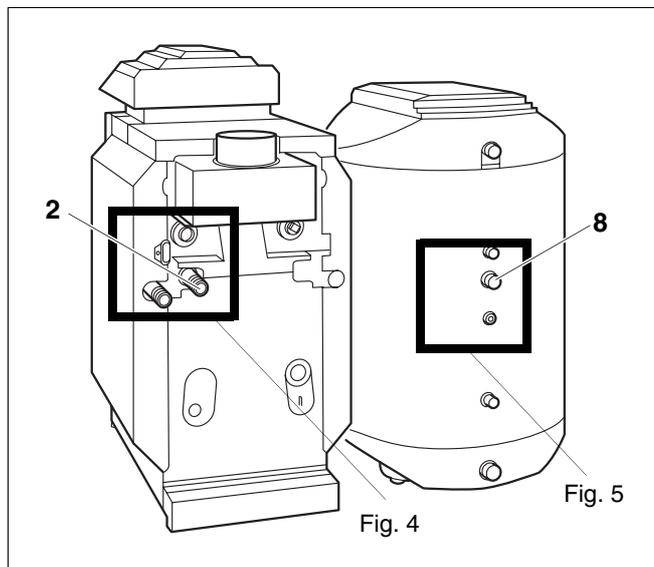

Fig. 3 Vista posteriore prima del montaggio
- Inserire la guarnizione nel dado di raccordo G1 dell'elemento ad angolo ed avvitare a fondo l'elemento ad angolo alla mandata accumulatore alla caldaia (tubo a doppio nipplo) (fig. 3 e 4).
- Inserire la guarnizione nel dado di raccordo del tubo metallico ondulato, preformare la curvatura del tubo metallico e avvitarlo a fondo sull'elemento angolare. (fig. 3 e 4).
- Pos. 2: Mandata accumulatore (VS) alla caldaia (tubo a doppio nipplo)
- Inserire la guarnizione nel dado di raccordo della prolunga e avvitare a fondo la prolunga alla mandata accumulatore (fig. 3 e 5).
- Inserire la guarnizione nel dado di raccordo della valvola di non ritorno ed avvitare a fondo la valvola di non ritorno alla prolunga (fig. 3 e 5).
- Inserire la guarnizione per la pompa (Ø 44 x 28 x 2) nell'altro dado di raccordo della valvola di non ritorno ed avvitare a fondo la pompa di carico accumulatore con il contrassegno di direzione di flusso rivolto verso l'alto, alla valvola di non ritorno (fig. 3 e 5).
- Inserire la seconda guarnizione per la pompa (Ø 44 x 28 x 2) nel dado di raccordo G1 1/2 dell'elemento angolare ed avvitare l'elemento angolare al tronchetto di aspirazione della pompa di carico accumulatore (fig. 3 e 5).
- Inserire la guarnizione nel secondo dado di raccordo del tubo metallico flessibile ed avvitare a fondo il tubo metallico flessibile all'elemento angolare (fig. 3 e 5).